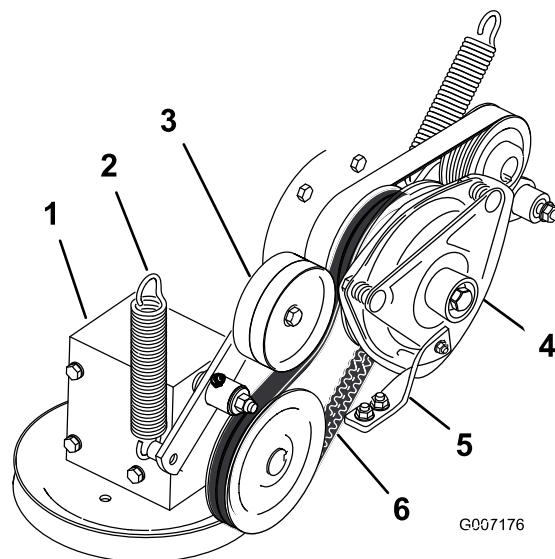

Figura 79
4. Retire el muelle del brazo de la polea tensora (Figura 79).
7. Instale la correa de transmisión de la TDF alrededor de la polea del embrague y la polea de la caja de engranajes (Figura 79).
9. Instale el muelle en el brazo tensor (Figura 79).